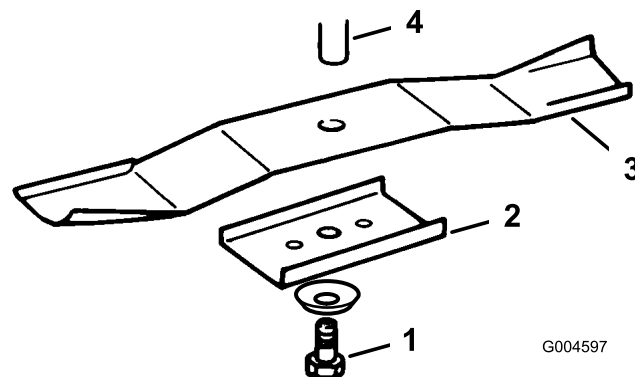

Figura 36
3. Retire el perno (llave de 5/8 pulg), la arandela curva, el retén y la cuchilla (Figura 36). Se puede insertar un bloque de madera entre la cuchilla y el cortacésped para bloquear la cuchilla mientras se retira el perno.
1. Instale la cuchilla, el retén, la arandela curva (con la copa hacia la cuchilla) y el perno de la cuchilla (Figura 36).